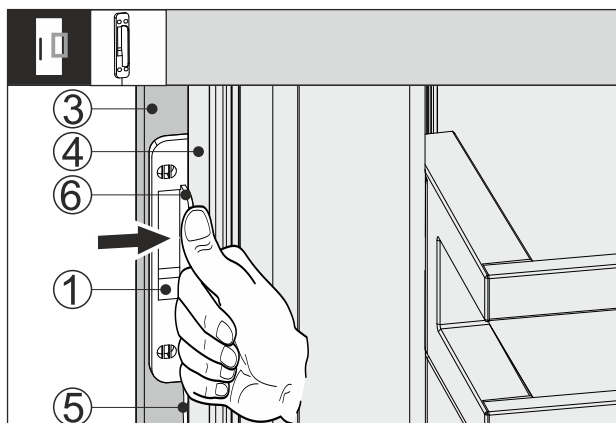

Fig. 66
- Skyv bankesensoren Fig. 66 (1) slik mellom møbelfronten Fig. 66 (3) og appartdøra Fig. 66 (4) at kabelen Fig. 66 (5) er litt spent. Anslaget Fig. 66 (6) til bankesensoren ligger an på appartdøra Fig. 66 (4).
- Press bankesensoren Fig. 66 (1) inntil møbelfronten Fig. 66 (3).
- ▷ Bankesensoren Fig. 66 (1) er limt på. Å lime på bankesensoren optimaliserer overføringen av bankesignalet.
- Permanent feste av bankesensoren Fig. 66 (1) øker levetida.
- Skru fast bankesensoren Fig. 66 (1) på møbelfronten Fig. 66 (3) med de medfølgende skruene.